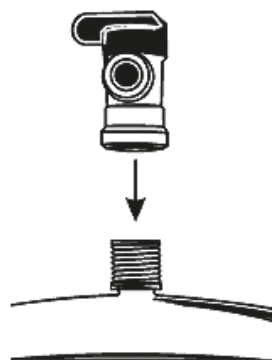

Рис. 13
2. Подсоедините шаровый кран бака к вершине накопительного бака (см. **рис. 13**). Во избежание повреждения крана не прилагайте больших усилий при его установке. Используйте гаечный или разводной ключ.
Устанавливать его необходимо на вертикальной части трубы до первого изгиба сифона (**рис. 13**). Участок трубы, в который выходит дренажная трубка, не должен быть заполнен водой.